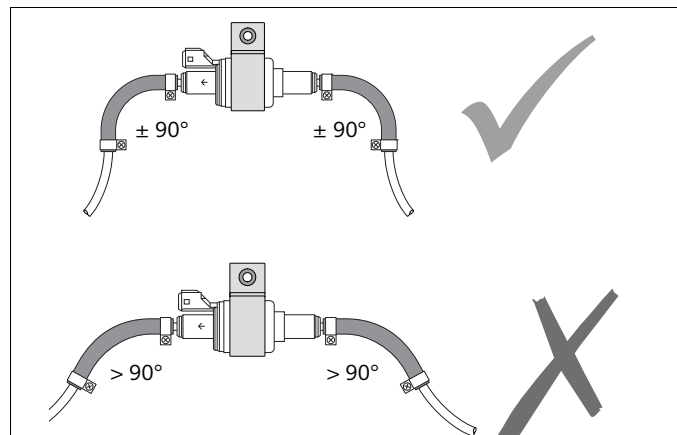

Fig. 24 Fissaggio della tubazione del combustibile
- Porre la tubazione del combustibile in modo tale che i gomiti a 90° non si vengano allungati, v. Fig. 24.